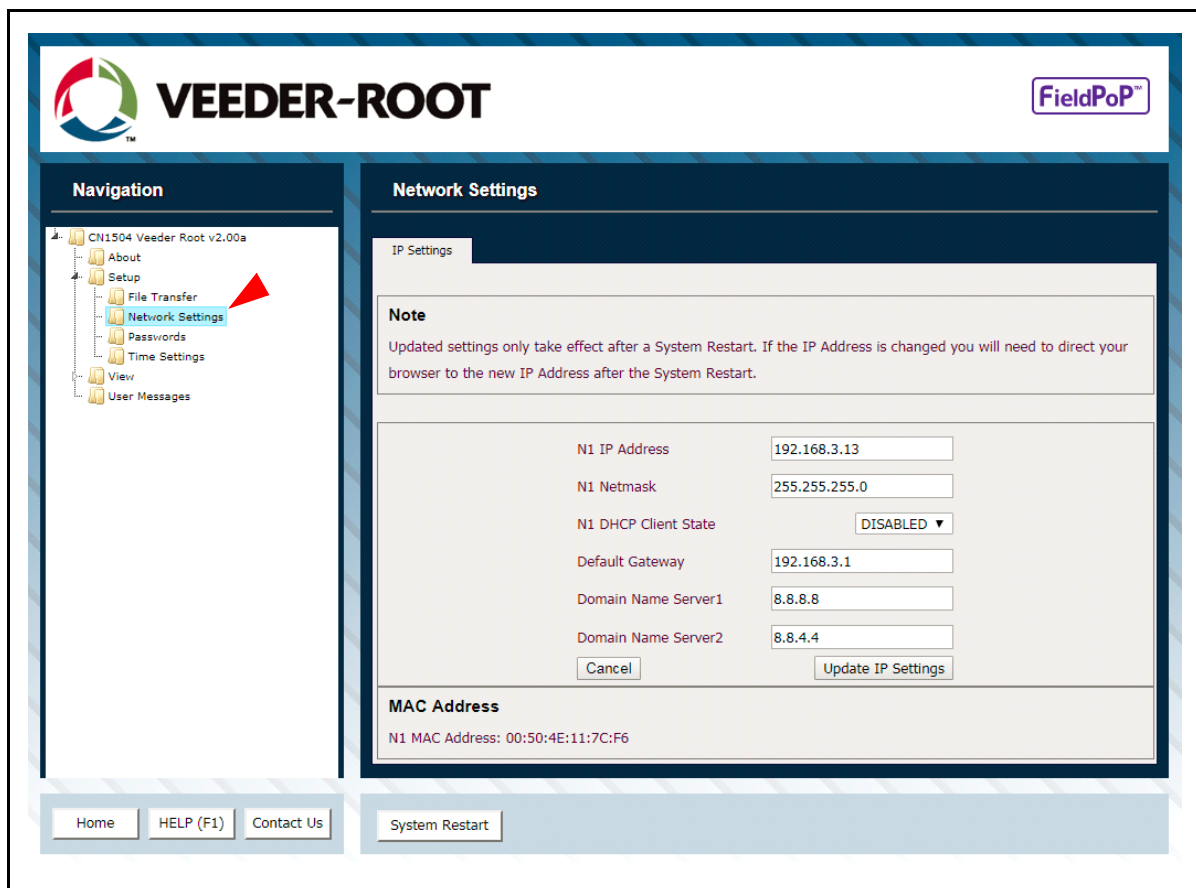

Figura 15. Alterar endereço IP por FS-GUI
- A partir da página inicial do FS-GUI, clique em “Setup” para expandir a árvore de navegação e, em seguida, selecione “Network Settings” para acessar o menu IP Settings (consulte a Figura 15).
AVISO O botão FieldPoP™  (consulte a Figura 15) permite que os usuários se conectem ao FieldPoP, a solução de nuvem para dispositivos da Sierra Monitor para IIoT. O FieldPoP permite conexão remota segura a dispositivos de campo através de um FieldServer e seus aplicativos locais para configuração, gerenciamento e manutenção. Para mais informações sobre o FieldPoP, consulte Guia de inicialização de nuvem para dispositivos FieldPoP™.